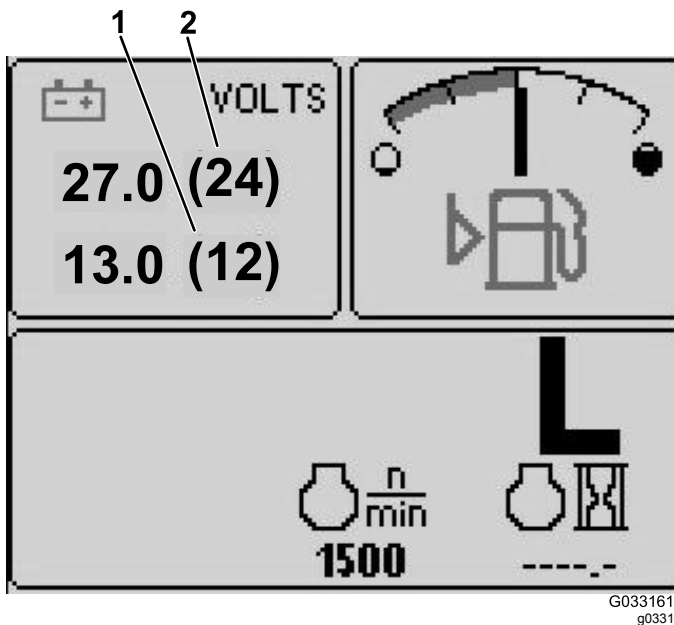

Figure 17
- Indicateur de tension de batterie 12 V – écran supérieur gauche (Figure 17)
- Indicateur de tension de batterie 24 V – écran supérieur gauche (Figure 17)
Il indique les tensions de la batterie 12 V et 24 V (Figure 17).